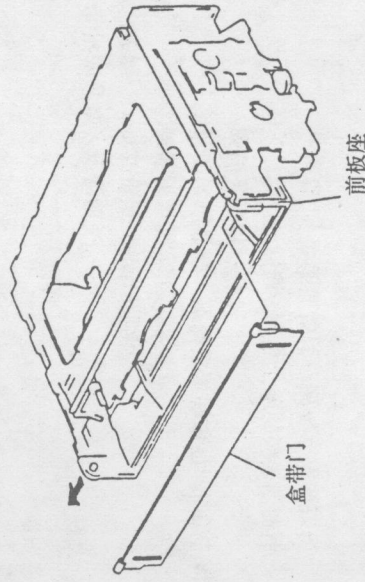

图52
步骤: ①将前板座左边向外(图52中箭头方向)压;
②拆卸盒带门,如图52所示。